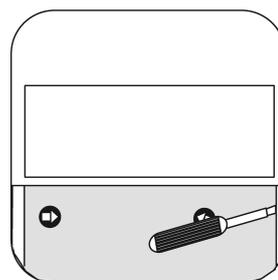

Bild 11: Demontage Designabdeckung
- Designabdeckung vorsichtig mit Schraubendreher entfernen (Bild 11).
Die Einsteller für die Helligkeitsschwelle und die Empfindlichkeit befinden sich beim Bewegungsmelderaufsatz 1,10 m hinter der Abdeckung (1) und beim Bewegungsmelderaufsatz 2,20 m auf der Rückseite des Gerätes. Abdeckung (1) vorsichtig mit einem Schraubendreher entfernen (Bild 11). Die Nachlaufzeit kann nicht verändert werden.